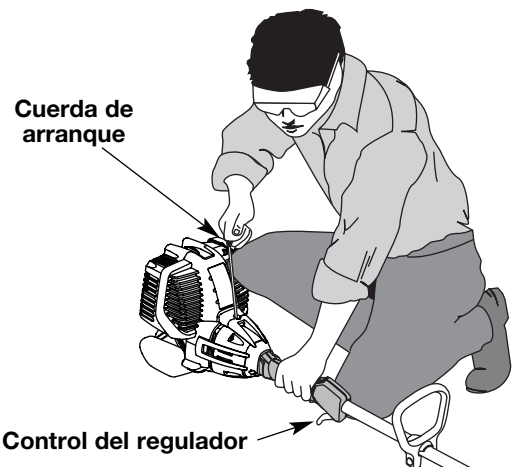

Fig. 11
ADVERTENCIA: Evite los arranques accidentales. Colóquese en posición de inicio cuando tire de la cuerda de arranque (Fig. 11). El operador y la unidad deben estar en una posición estable al arrancar la unidad para evitar graves lesiones personales.
4. Soporte en la posición de arranque y **no apriete el control de regulador** (Fig. 11). Tire de la cuerda de arranque con un **movimiento controlado y uniforme** 5 veces.